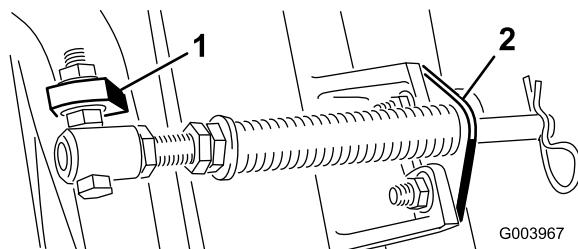

Bild 5
- D. Montieren Sie die Stangenhalterung mit den Schlossschrauben und Muttern an den Mähwerkklaschen (Bild 5).